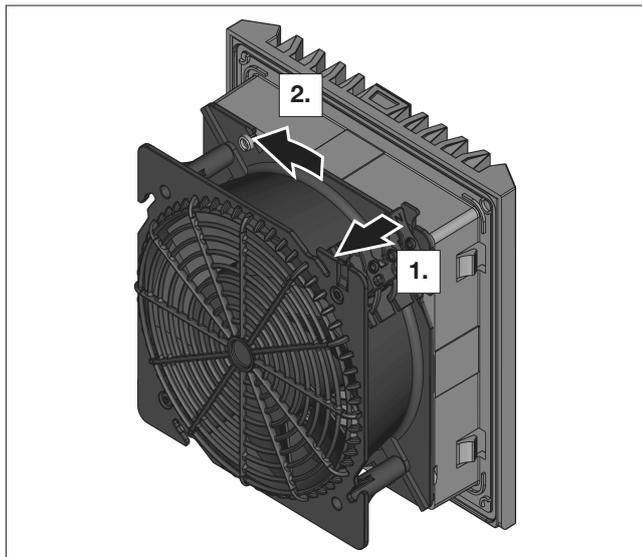

図12: バヨネットロックの解除
- ファンユニットの背面にあるバヨネットロックのタブ(図12を参照)を引っ張って、バヨネットロックを解錠してください。